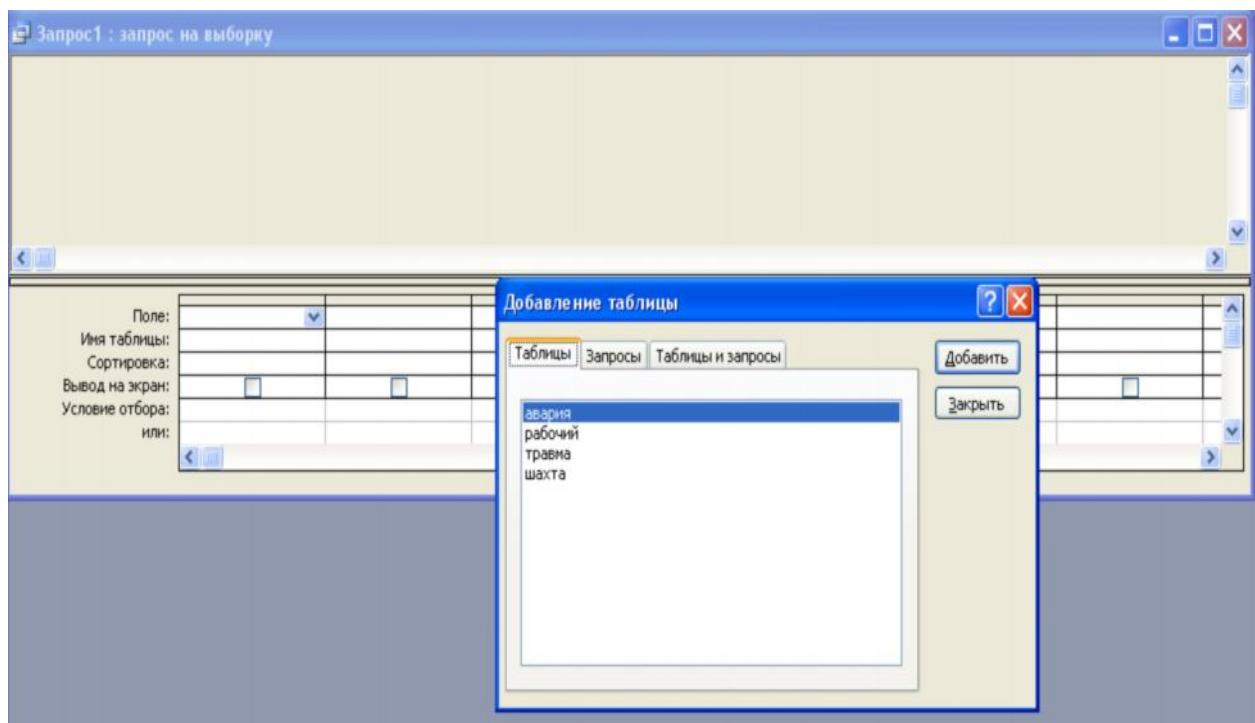

Рис. 2.17 – Вікна створення запиту
2. У вікні, що з'явилося, вибрati пункт "Конструктор" і натиснути **OK**. При цьому з'являться два накладені один на одне вікна: "Добавление таблицы" і "Запрос на выборку" (рис. 2.17). Вікно "Добавление таблицы" активно.